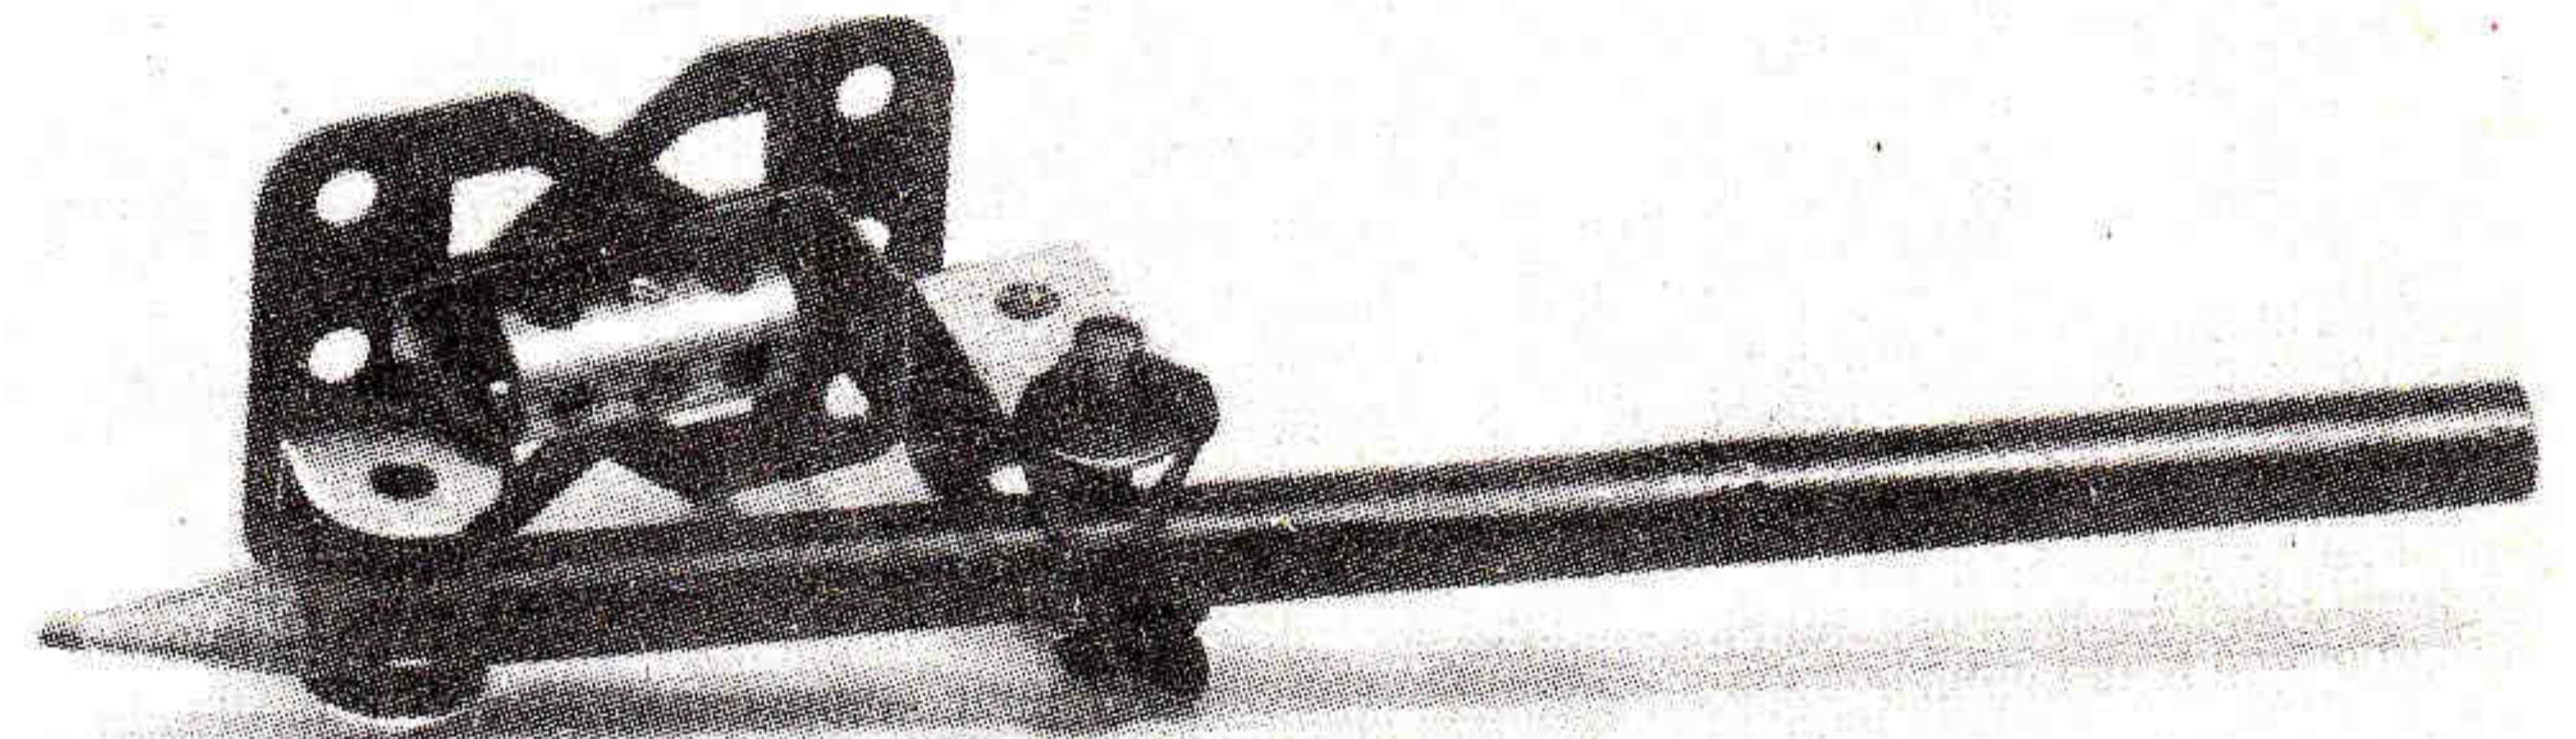

Figure 4. — Chariot portant le crayon.
- le chariot auquel est fixé un crayon (figure 4).